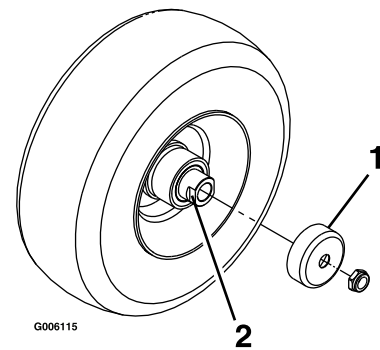

Figura 44
5. Retire los protectores de los retenes del buje de la rueda (Figura 44).